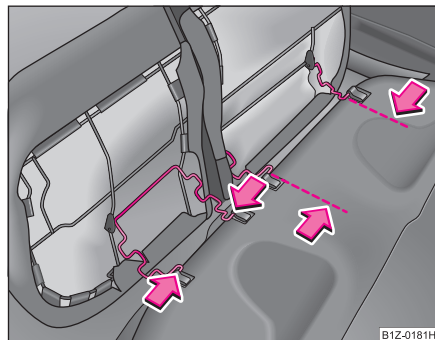

Fig. 70 Sacar los bancos traseros
- Presione el estribo de alambre en el sentido de la flecha ⇒ fig. 70 y saque el banco trasero de la fijación.